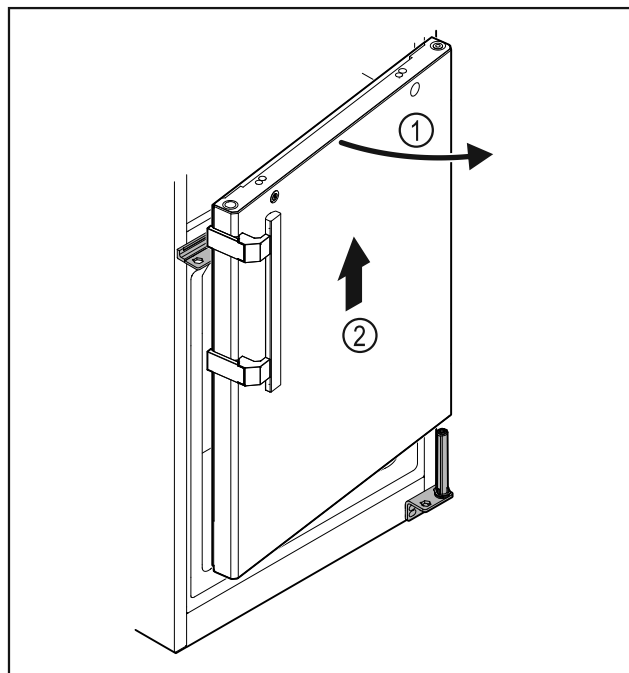

Fig. 34
- ▶ Åbn døren Fig. 34 (1) let, løft den ca. 200 mm lige op, og tag den af Fig. 34 (2).